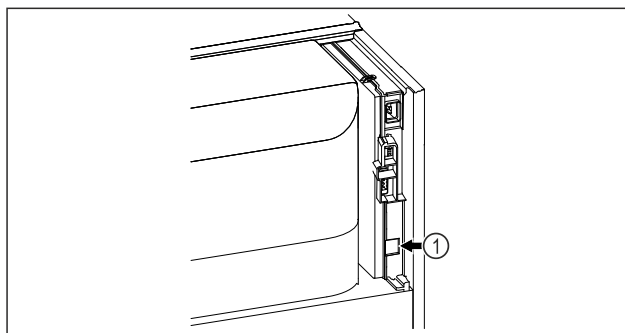

Fig. 100
- Je používán SmartModule Fig. 100 (1).